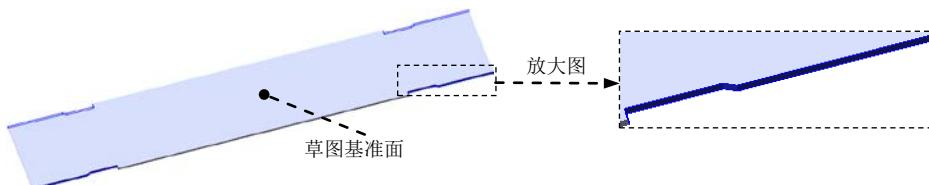

图 11.3.10 切除一拉伸 1
Step3. 创建图 11.3.10 所示的切除一拉伸 1。
(1) 选择命令选择下拉菜单 **插入(I)** → **切除(C)** → **拉伸(E)...** 命令。
(2) 定义特征的横断面草图。
① 定义草图基准面。选取图 11.3.10 所示的表面作为草图基准面。